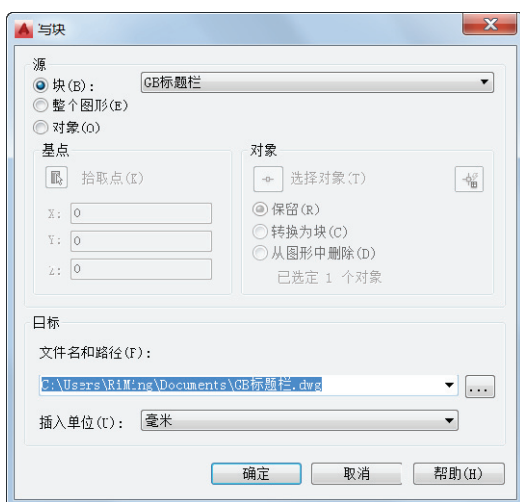

图 6-37 设置目标
3) 在“目标”选项组中指定文件的新名称、新位置以及插入块时所用的测量单位，如图 6-37 所示。